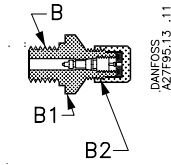
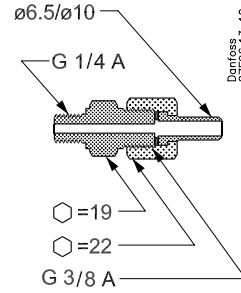
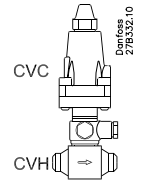

Fig. 2
Fig. 3
Fig. 4. CVC - CHV
Banjofittingen er forsynet med to ens tilslutnings-huller. I det ene hul monteres signalledningen ved hjælp af tilslutningen fig. 3. Signalledningen fra CVC skal tilsluttes der hvor trykket ønskes reguleret, f.eks. umiddelbart før kompressoren, hvis der ønskes en startregulatorfunktion.
Signalledningen må ikke kunne afspærres. I det andet hul på banjofittingen er det muligt at tilslutte et manometer, der kan anvendes ved indstillingen af CVC. Manometeret måler trykket P_s i signalledningen. I stedet for blændproppen (44) skal der så iskrues en manometertilslutning, fig. 2 eller 3; se »Tilbehør«.
Hvis kun den ene af banjofittingens to tilslutnings-huller bruges, skal det andet blændes af med blændproppen (44). CVC kan desuden monteres i ventilhuset CVH og anvendes som separat pilotventil eller selvstændig ventil; se fig. 4. Anvendes CVC-CVH som separat pilotventil, skal enheden monteres i pilotledningen med gennem-strømning imod hovedventilen.
Manometertilslutning: For fluorerede kølemidler: selvlukkende ventil med flaret tilslutning (fig. 2) bestillingsnr. 027B2041; For ammoniak: Ø6.5 / Ø10 mm svejsestud (fig. 3) bestillingsnr. 027B2035.
The banjo fitting has two identical connection holes. In the one hole the signal line is fitted with the connection shown in fig. 3. The signal line from the CVC must be connected at the point where the pressure is to be regulated, e.g. immediately in front of the compressor if crankcase pressure regulator function is required. It must not be possible to block the signal line. In the other hole in the banjo fitting a manometer can be fitted for use when setting CVC. The manometer measures the pressure P_s in the signal line. Instead of blanking plug (44) a manometer connection, fig. 2 or 3, must be screwed in, see „Accessories“. If only one of the two connection holes in the banjo fitting is used the other must be blanked off with blanking plug (44). CVC can also be fitted in valve body CVH and be as a separate pilot valve or independent valve, see fig. 4. If CVC-CVH is used as a separate pilot valve the unit must be fitted in the pilot line with flow towards the main valve.